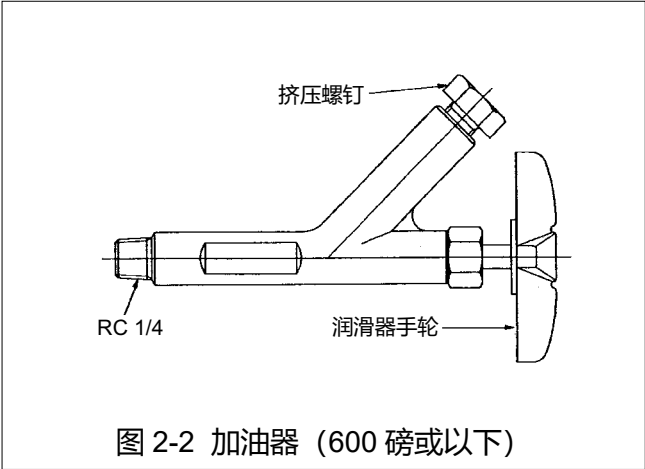

图 2-2 加油器 (600 磅或以下)
- (4) 如果阀门附带如图 2-2 所示的加油器, 请检查阀盖部分是否已被润滑。若要进行润滑, 请松开加油器手轮然后转动挤压螺钉。如果挤压螺钉很容易转动, 请按照以下提到的加油步骤加入润滑脂。(如果挤压螺钉转动起来很重, 则说明已经加入了润滑脂。)